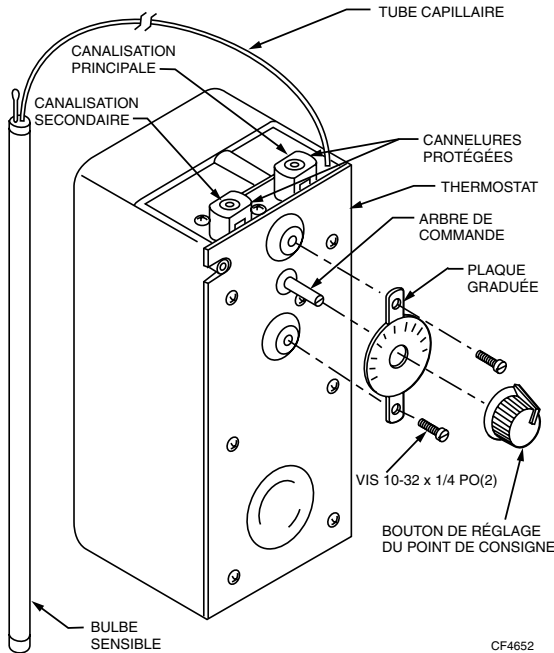

Fig. 14. Installation du bouton de réglage du point de consigne et de la plaque graduée.
2. Poser le thermostat par l'arrière du panneau et le fixer sur le devant à l'aide de la plaque graduée et des vis. Voir la Fig. 14.
3. Placer le bouton de réglage du point de consigne sur l'arbre de commande, en alignant l'index sur la marque au milieu de la plaque graduée. Voir la Fig. 14. Fixer solidement le bouton à l'aide de la vis de retenue afin de garder le même étalonnage.